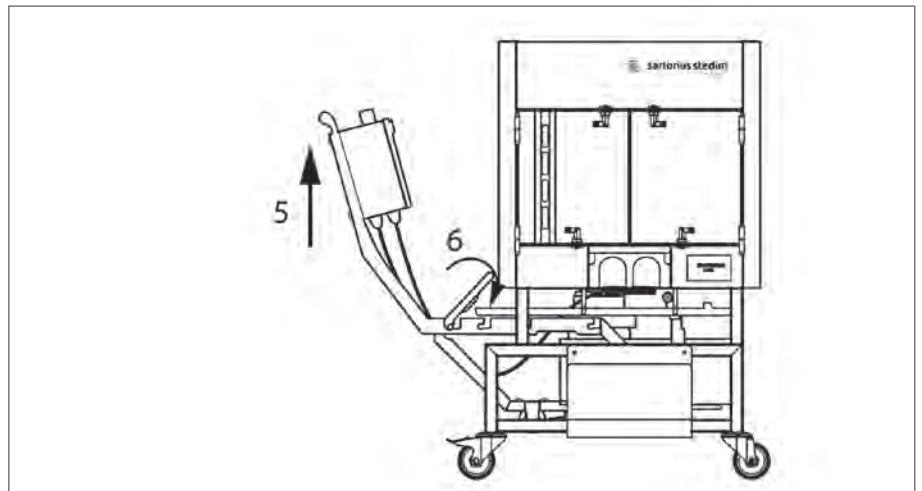

Fig. 64
4. Eleve la unidad motriz LevMixer® tirando del mango de la misma hacia arriba hasta dejarla en posición horizontal (ver Fig. 64 | 5). Mientras sujeta la unidad motriz LevMixer® en esta posición, desplace el pasador hacia el Palletank® for LevMixer® de modo que la barra cruzada descansa sobre las ranuras de los rieles guía (ver Fig. 64 | 6).